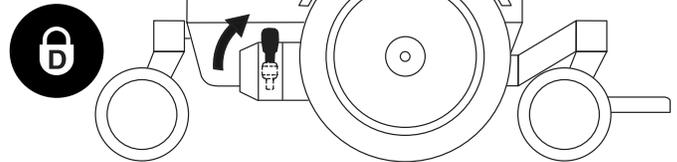

Figura 2. Operación de palanca de modo manual
1. Empuje las palancas hacia abajo para desactivar los motores. Ver figura 2.
2. Tire de las dos palancas hacia arriba para activar los motores. Ver figura 2.